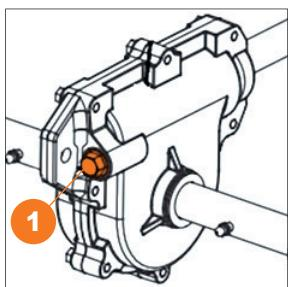

Рис. 30
- Во время обслуживания редуктора самостоятельно, снимите заглушку или открутите болт-заглушку 1, добавьте 30-50 гр. консистентной смазки и установите заглушку на место (Рис. 30).